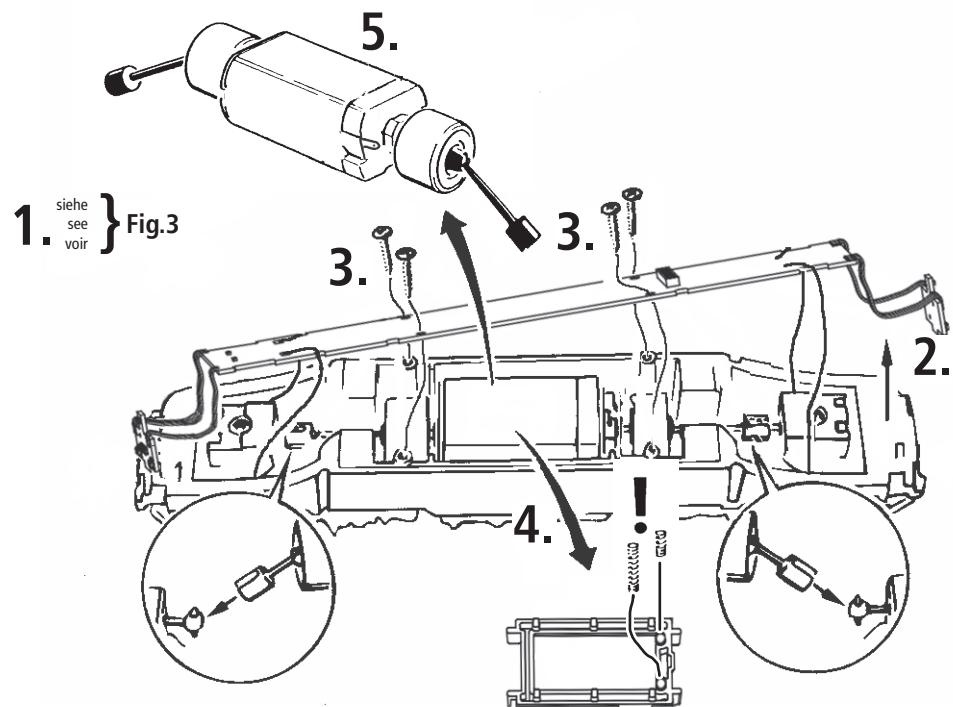

Fig. 9
4. Remplacement du moteur: Démontez la caisse (fig. 3). Démontez ensuite le moteur (fig. 9).